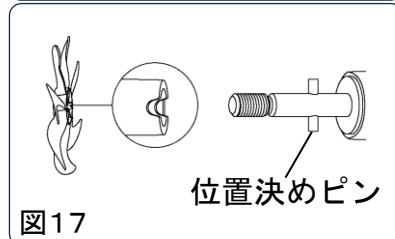

図17
- ② ハネの凹み溝とモーター位置決めピンの位置を合わせる。(図17)
- ③ 前ガードを組立時に▼印を 🔓 正しい位置で合わせてから時計回りに回して ▼ と 🔒 ずれなく位置を合わせ、ネジを締めれば組み立て完成。